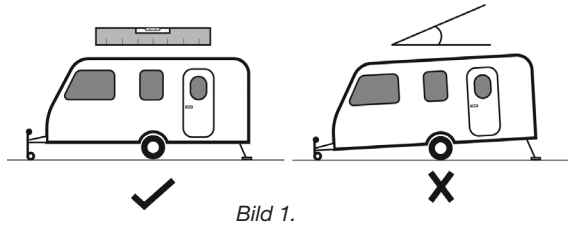

Bild 1.
- (bild 1) Se till att din husvagn, husbil eller skåpbil står på en jämn yta och är säkrad.